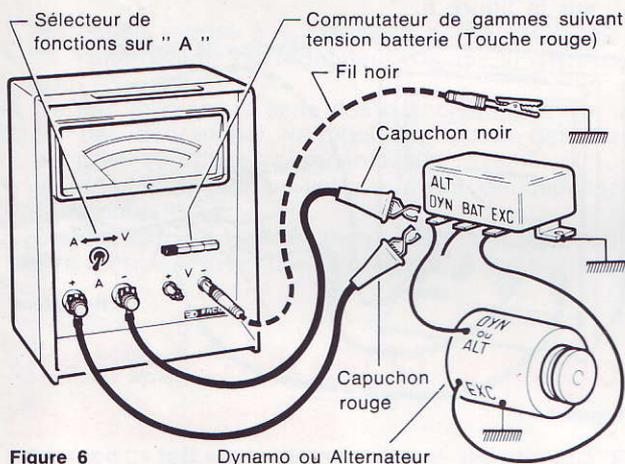

Figure 6
1. Placer le commutateur sur A (figure 6).
4. Les deux gros cordons étant raccordés par les pinces comme sur la figure 6 aux deux bornes de gauche du X 530. Celui ayant le capuchon rouge à la borne rouge, et celui ayant le capuchon noir à la borne noire.
Simultanément, en branchant à la masse le fil **noir** du voltmètre, comme indiqué en pointillé sur la figure 6 et en passant le commutateur sur V, on lira les tensions aux différents régimes de rotation du moteur.